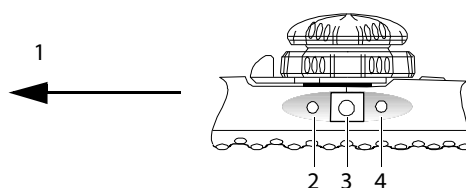

Figura 7 Controllo della rotazione del piano di scansione
La rotazione del piano di scansione è eseguita grazie a un motore nel manipolo del trasduttore ed è controllata con pulsanti situati su quest'ultimo (vedere Figura 7).
- ❖ Premere il pulsante biplanare (pulsante centrale) sul manipolo dell'endoscopio. Vedere **Figura 7**.
- 3** Premere i pulsanti di controllo del piano di scansione sul manipolo per ruotare il piano di scansione in senso antiorario (da 0° a 180°) e orario (da 180° a 0°). Vedere **Figura 7**.